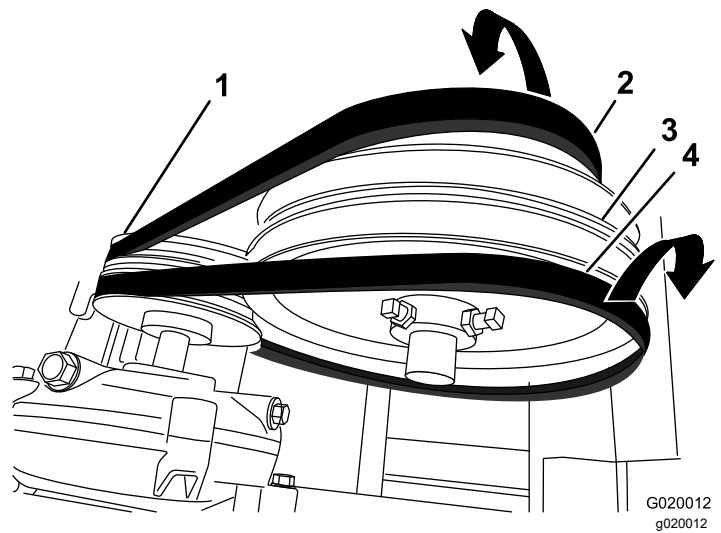

Figura 68
7. Deslice la correa delantera hacia adelante y retírela de la polea tensora (Figura 68).
8. Deslice la correa trasera hacia atrás y retírela de la polea tensora (Figura 68).